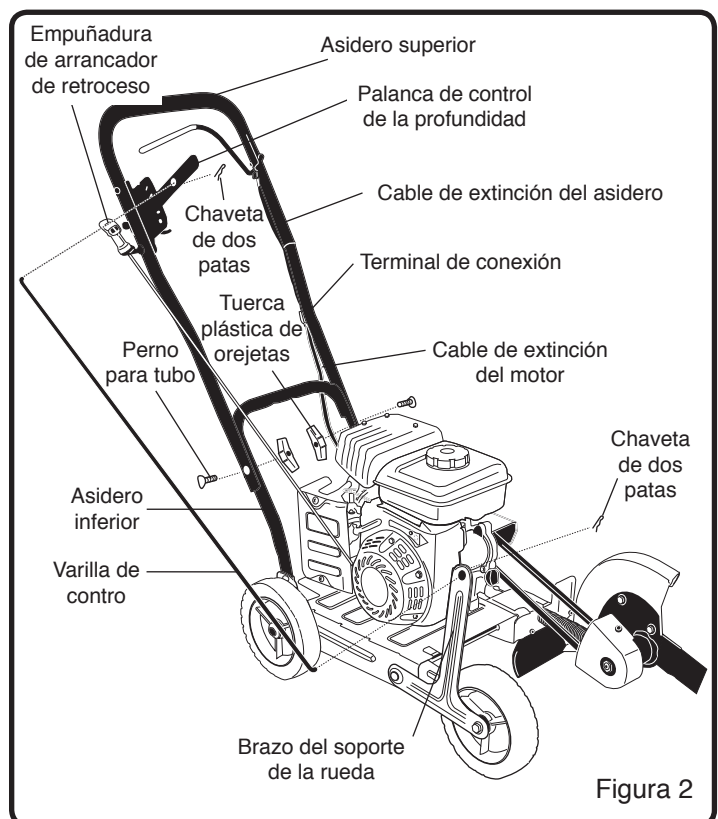

Figura 2
NOTA: Consultar la Figura 2 al seguir los pasos enumerados a continuación:
1. Montar el asidero superior sobre el asidero inferior con los dos (2) pernos para tubo y las dos (2) tuercas plásticas de orejetas (Véase la Figura 2). Apretar firmemente a mano las tuercas de orejetas.